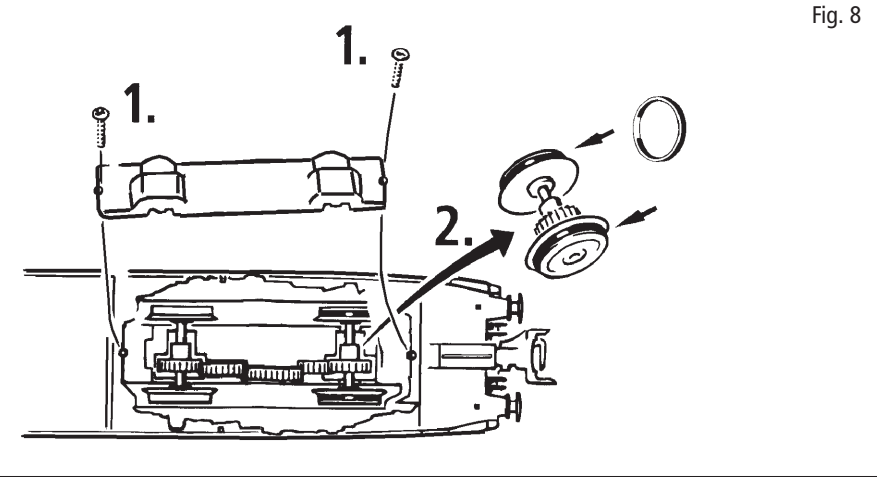

Fig. 9
2. Schmierung: Versehen Sie die im Schmierplan in Fig. 9 gekennzeichneten Stellen mit nur **kleinen Öltropfen**. Dazu zuerst das Lokgehäuse abnehmen (Fig. 4). Wir empfehlen den **ROCO Öler Art.-Nr. 10906**. Fürs Schmieren der Getriebeteile (Zahnräder, Schnecke) empfehlen wir das **ROCO-Spezialfett Art.-Nr. 10905**. Im Falle der Schmierung diese Teile **nicht ölen**.
2. Lubrication: Apply **tiny oil drops** to spots marked in fig. 9. Prior to lubrication dismantle locomotive (fig. 4). We recommend using item no. **10906, Roco oiler**. For lubrication the gearparts (e.g. cogwheels, worm) we should recommend our Roco **special grease** (item no. **10905**).